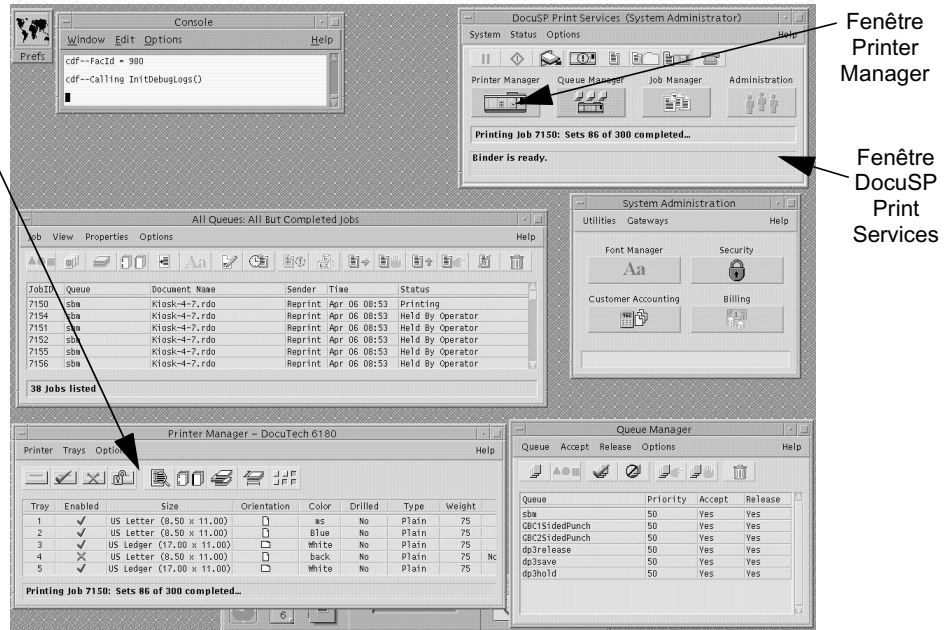

Figure 1-4: Écran 61XX et fenêtre du Printer Manager
- 1 A partir de l'écran 61XX, passez à la fenêtre du **Printer Manager** (Gestionnaire de l'imprimante), voir Figure 1-4. Si la fenêtre du gestionnaire de l'imprimante n'est pas ouverte, affichez la fenêtre DocuSP Print Services (Services d'impression DocuSP) et cliquez sur le bouton Printer Manager.